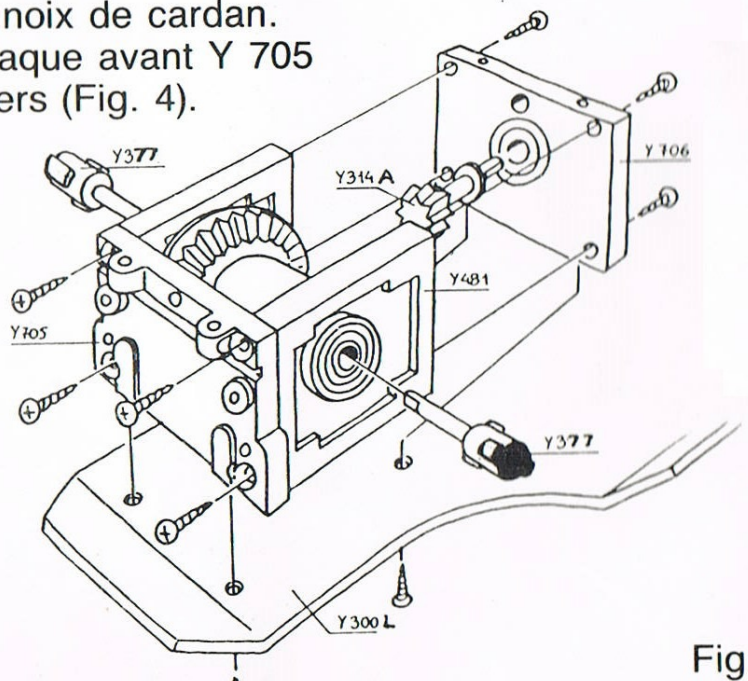

Fig. 4
- Monter le différentiel sur les paliers Y 481, après avoir retiré les 2 noix de cardan. Visser la plaque avant Y 705 sur les paliers (Fig. 4).
Fixer ensuite l'ensemble de la cellule sur le châssis, puis remettre les noix de cardan dans le différentiel (Fig. 4).